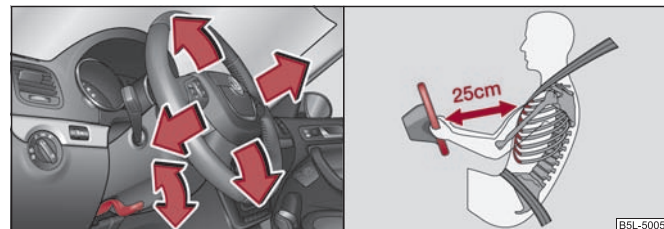

Fig. 3 Volante regulable: Palanca en la columna de la dirección / la distancia correcta del conductor desde el volante.
- Gire la palanca situada bajo la columna de dirección ⇒ fig. 3 hacia abajo.
- Ajuste el volante de tal modo, que la distancia entre el volante y el esternón sea, como mínimo, de 25 cm ⇒ fig. 3, lado derecho. Si no respeta la distancia mínima, el sistema de airbag no podrá protegerle - ¡Peligro de muerte!